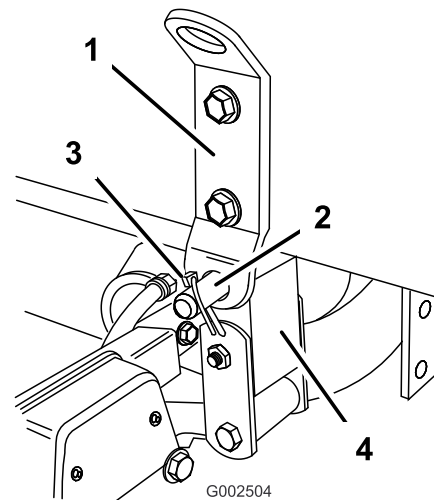

Figura 21
6. Alinee el soporte de pivote situado en la parte trasera del conjunto del patín del depósito con el hueco situado en el extremo del bastidor del vehículo (Figura 21).
7. Instale un pasador (3/4 pulgada) y dos pasadores de seguridad en el soporte de pivote para sujetar el conjunto del depósito al bastidor (Figura 21).
10. Compruebe la alineación del patín del depósito y el bastidor del vehículo. Si es necesario, afloje un poco los pernos que sujetan el soporte de pivote al bastidor del patín del depósito (Figura 21). Eleve el conjunto del depósito justo lo suficiente por encima del bastidor del vehículo para poder alinearlo y bajarlo a su posición nueva. Apriete los pernos del soporte de pivote cuando haya alineado el patín del depósito con el bastidor del vehículo.